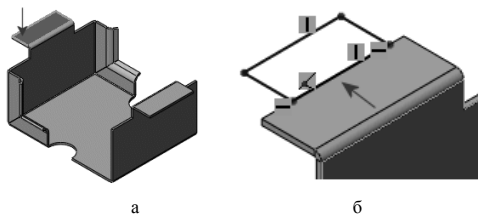

Рисунок 3.12
1. Оберіть крайку, як показано на рис. 3.12, а. Потім на панелі інструментів «Листовой металл» натисніть кнопку «**Базовая крайка/Выступ**» → на обраній грані відкриється ескіз.
2. Накресліть чотирикутник так, щоб одна з його граней співпала з верхньою гранню ребра–крайки (рис. 3.12, б).